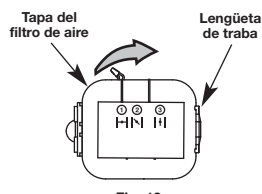

Fig. 19
8. Gire la tapa a la derecha y métala a presión de modo que la lengüeta de la tapa del filtro de aire encaje en la ranura de la placa posterior (Fig. 19).